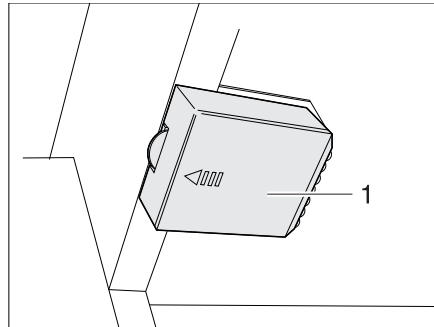

Bild 182 Klädskåpslampa med lysdiod, stängt batterifack
- Skjut på locket (Bild 182,1) i pilens riktning.
- Ta ut batterierna (Bild 182,2) ur batterihållaren.
- Skjut på locket (Bild 182,1) igen.